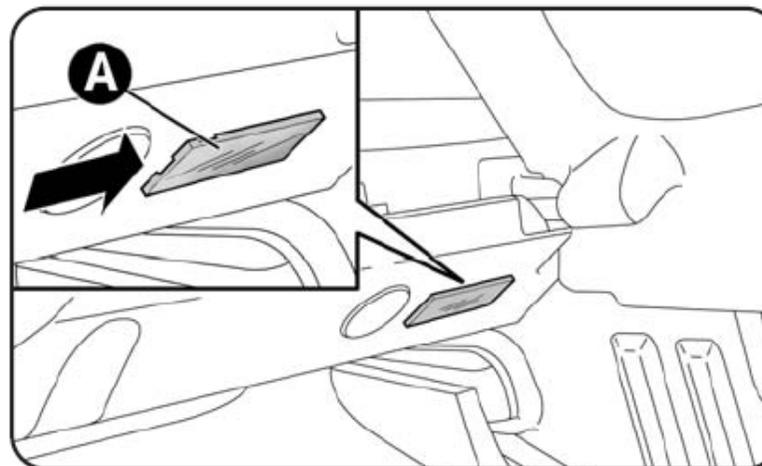

Рис. 33
- Откройте дверь багажника, извлеките плафон **А** - **рис.33**, поддев его в точке, указанной стрелкой;
- Установите плафон **А** – **рис. 33** на место, сначала вставив в гнездо одной стороной, затем, надавив с другой стороны, чтобы плафон зафиксировался до щелчка.